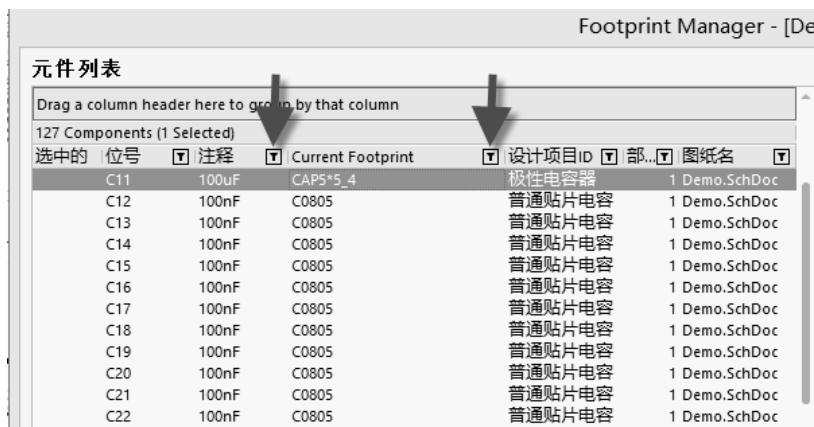

图 8-3 通过注释值筛选同类型元件
(3) 在封装管理器中, 可以对一个或多个元件进行封装的添加、删除、编辑等操作, 同时可以通过注释值筛选同类型元件, 如图 8-3 所示, 可以局部或全局更改(或添加)同类型元件封装名。